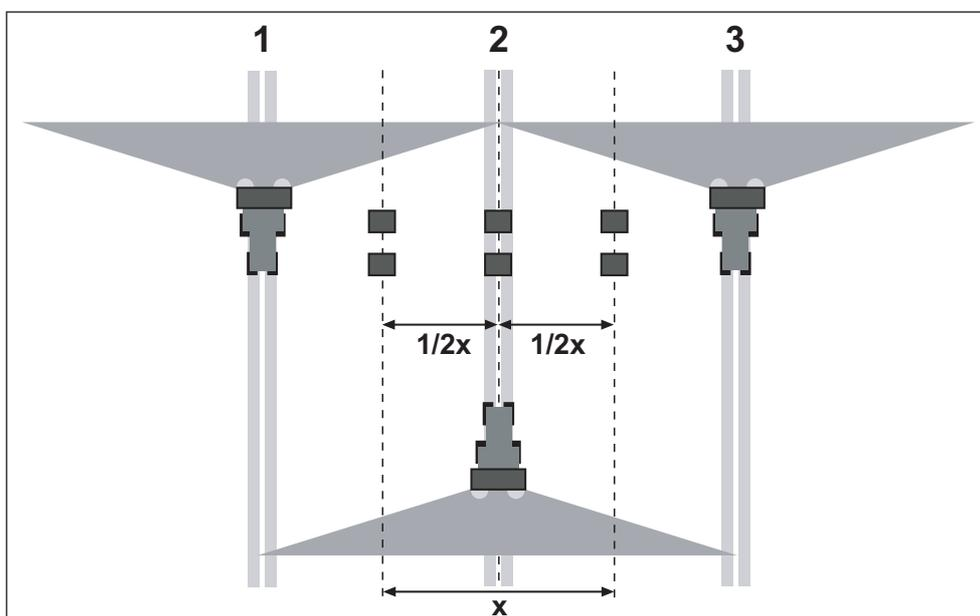

Figura 8.27: Disposizione per tre traversate
- Posizionare due vaschette di raccolta alla distanza di **1 m** in ciascuna zona di sovrapposizione e nella traccia centrale (cfr. figura 8.27).